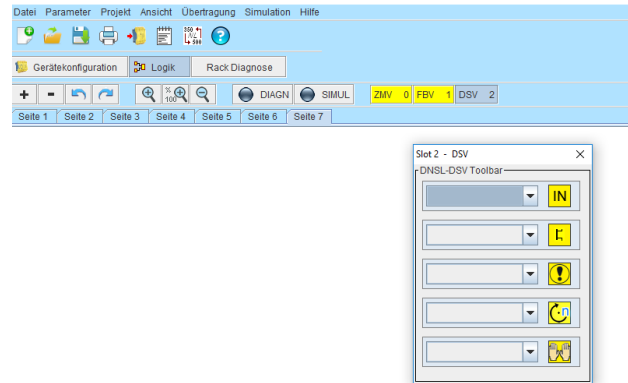

Abbildung 5-2
- Öffnen Sie die Toolbar des SL VARIO Moduls, indem Sie auf das entsprechende Modul klicken. (Abbildung 5-2)